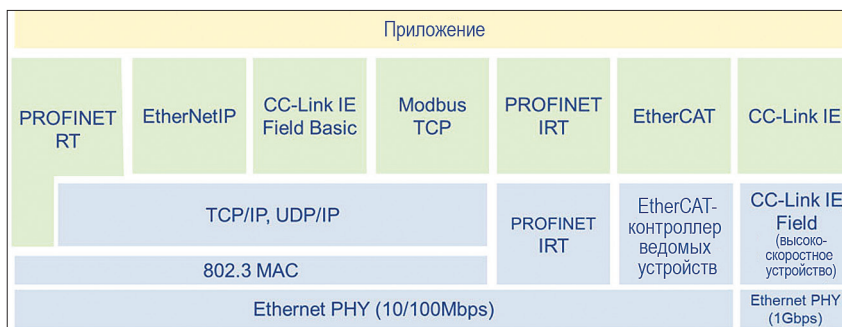

Рис. 3. Классификация промышленных сетей
PROFINET – открытая промышленная сеть (см. рис. 3), разработанная PROFIBUS & PROFINET International (PI) на основе протокола TCP/IP Ethernet. По признаку производительности цикла связи, PROFINET предусматривает три разных класса. Класс А сети PROFINET (не в режиме реального времени, или NT), основанный на передаче по TCP/IP с продолжительностью цикла около 100 мс, используется для чтения и записи параметров, которые не требуют работы в режиме реального времени. PROFINET Class B (Real-Time или RT) представляет стек программных протоколов. Продолжительность цикла в этом классе составляет примерно 10 мс. Этот класс обычно применяется для автоматизации производства или автоматизации процессов.
EtherNet/IP – открытая промышленная сеть (см. рис. 3), разработанная компанией Rockwell Automation, которой заведует и управляет ассоциация Open DeviceNet Vendor (ODVA). Общий промышленный протокол (Common Industrial Protocol, CIP) реализован как протокол управления в TCP/IP Ethernet, позволяющий управлять приоритетом для интеграции управляющих и информационных данных с помощью управляемых коммутаторов. Поскольку протокол CIP также используется в DeviceNet, процесс портирования
Modbus TCP – промышленная сеть (см. рис. 3), разработанная Modicon. Связь ведущий-ведомый устанавливается при подаче команды от ведущего, который выдает команды, транслируя их одному или всем подчиненным устройствам.
CC-Link IE – открытая промышленная сеть (см. рис. 3), разработанная партнерской ассоциацией CC-Link в 2007 г. Протокол CC-Link IE Control предназначен для контроллеров, а CC-Link IE Field и CC-Link IE Basic – для промышленных сетей. CC-Link IE образует сеть на основе Gigabit Ethernet, идеально подходящую для обеспечения высокоскоростной связи.